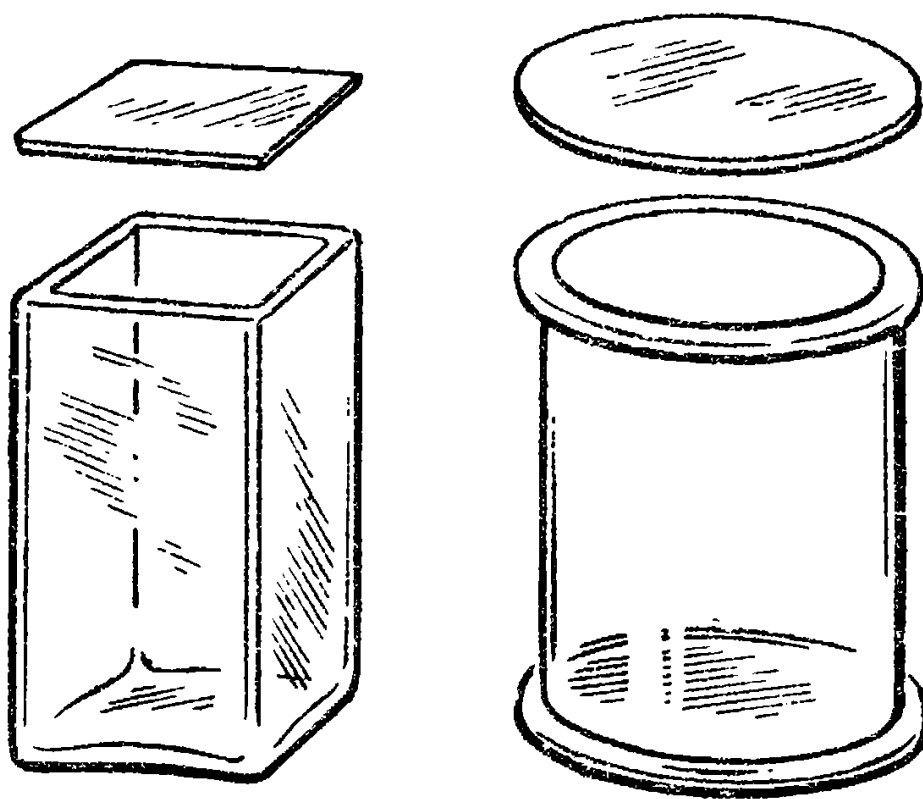

Рисунок 24 – Стеклянные сосуды для влажных препаратов
Для изготовления влажных препаратов подготовьте стеклянные емкости (рисунок 24), стеклянные пластинки по ширине стеклянной емкости, нитки, вату, желатин, формалин или спирт (можно денатурат), животное для использования в качестве пособия, кастрюлю объемом 2 л, стеклянную колбу, проволоку для крепления колбы к кастрюле, бумагу, простой карандаш.
1.1. Приготовьте необходимые сосуды для помещения в них объекта, а также крышки той формы, которую имеет сосуд (рисунок 24).